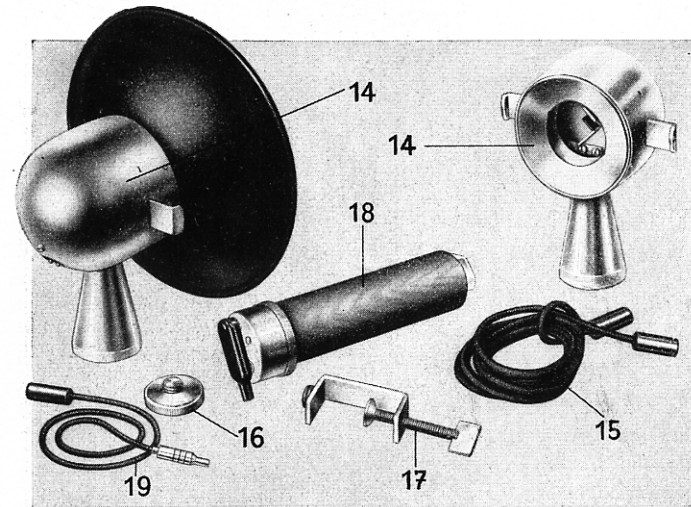

Abb. 12
Will man zum Aufhellen großer Räume oder schwerer Schatten einen zweiten Blitz gleichzeitig auslösen, dann kann man die Zusatz-Blitzleuchte (14) benutzen, siehe Abb. 12. Sie besteht aus dem Schnellspanner (genau wie im Schwenkopf der Grundausrüstung), dem Reflektor (3) und dem 1,50 m langen Kabel (15). Man kann die Zusatz-Blitzleuchte überall aufstellen oder auch auf ein Stativ aufschrauben, denn der Fuß des Schnellspanners ist mit Stativgewinde versehen. Das Kabel wird am Schnellspanner und am Anschluß (10) des Batteriebehälters (1) angeschlossen. Soll die Zusatz-Blitzleuchte fest mit der Grundausrüstung der Ihagee-Blitz-